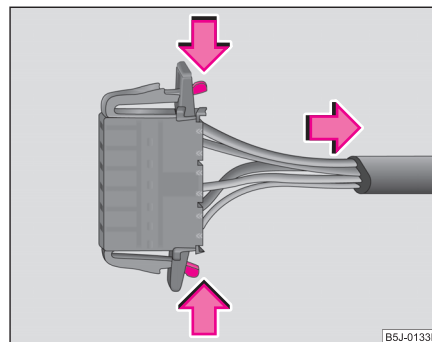

Fig. 191 Separar el conector
- Quitar los conectores. ⇒ fig. 191. ■